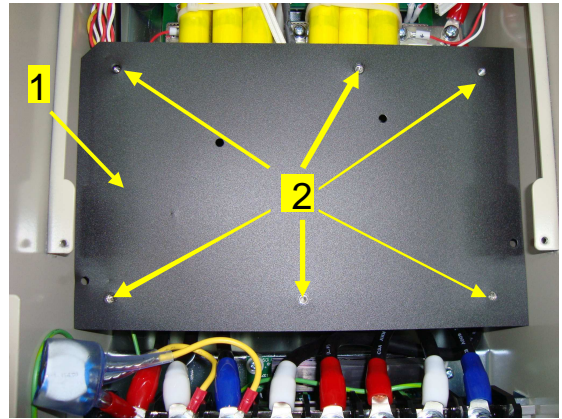

Рисунок 7.12
7.6.1 Взять прокладку 1, установить ее на стойки, совместив отверстия 2 (рисунок 7.12).